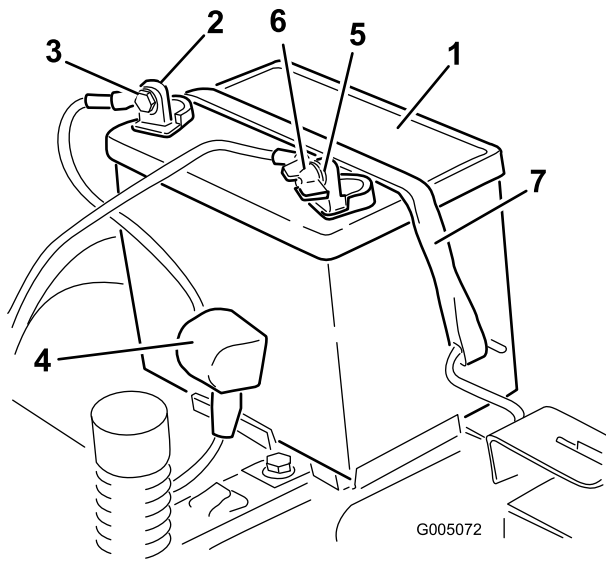

Figure 37
4. Débranchez le câble négatif (noir) de mise à la masse de la borne de la batterie (Figure 37).
6. Débranchez le câble positif (rouge) de la borne de la batterie (Figure 37).
7. Déposez la barrette de maintien de la batterie (Figure 37) et soulevez la batterie de son support.
- Placez la batterie sur son support (Figure 37).
- Fixez la batterie en place à l'aide de la sangle de maintien (Figure 37).